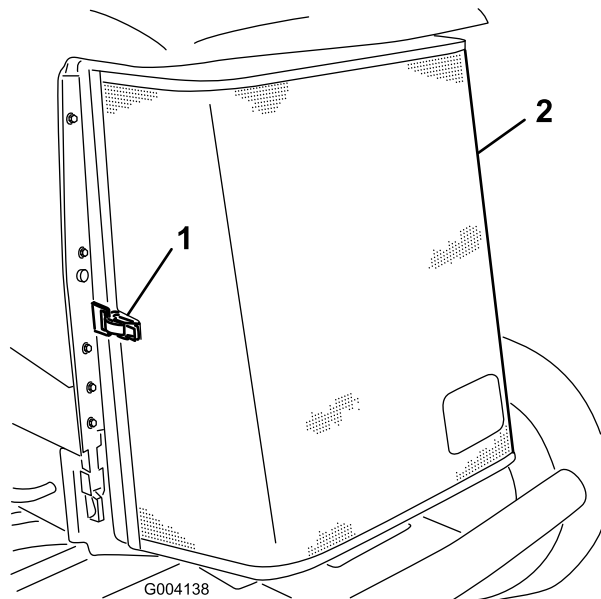

Figura 82
3. Desenganche y abra la rejilla trasera (Figura 82).